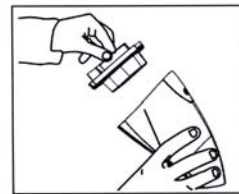

Fig. 12
4. Vacíe la tierra del recipiente. (Fig. 12)